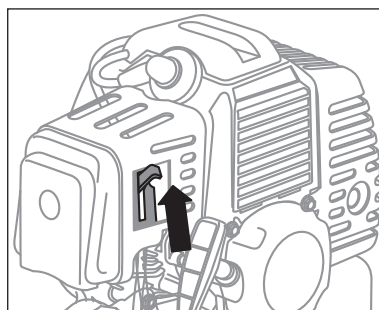

рис. 14
4. Переверните рычаг воздушной заслонки в верхнее положение – |/| «Закрыто» (рис. 14).
7. Переверните рычаг воздушной заслонки (рис. 14) в нижнее положение «Открыто».
1. Переведите рычаг воздушной заслонки в нижнее положение – || | «Открыто» (рис. 14).